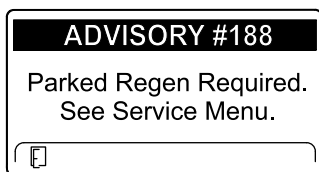

Рисунок 54
- Требуется стационарная регенерация ИНФОРМАЦИОННОЕ СООБЩЕНИЕ № 188 (Рисунок 54)